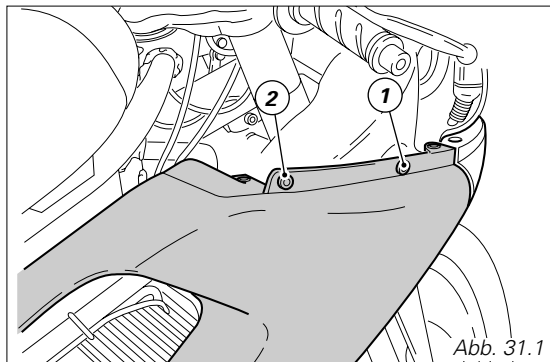
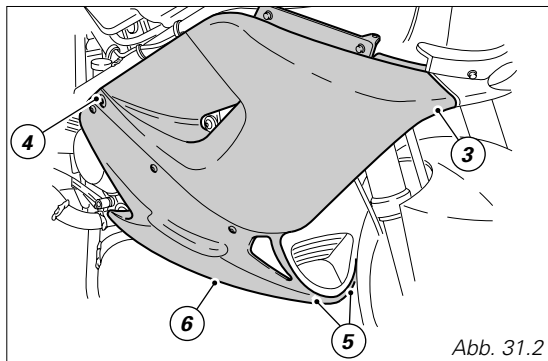

Abb. 31.1
Abb. 31.2
Die seitlichen Abdeckungen und die Cockpitverkleidung abnehmen. Die jeweilige Befestigungsschraube (1, Abb. 31.1) der Verkleidungshälften am seitlichen Rahmen, für die linke Seite, oder am Ausdehnungsbehälter, für die rechte Seite, und die hinteren Schrauben (2) für deren Befestigung am Rahmenbügel lösen. Die Schraube (3, Abb. 31.2) für die vordere Befestigung jeder Verkleidungshälfte am vorderen Leitblech lösen. Die Schraube (4) für die hintere Befestigung der jeweiligen Verkleidungshälften am Rahmen lösen. Die beiden unteren Schrauben (5), welche die Verkleidungshälften am mittleren Leitblech befestigen, lösen. Eine der beiden Verbindungsschrauben (6) der Verkleidungshälften lösen, diese dann abnehmen.